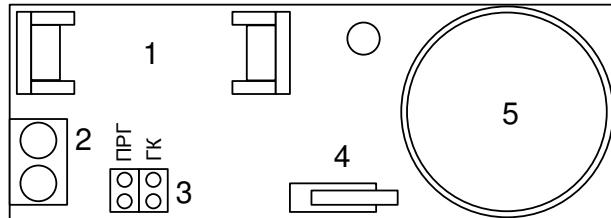

Рисунок 4
3.7. Органы управления, используемые при конфигурировании извещателя, а также клеммы подключения в внешней контрольной цепи, расположены на лицевой стороне печатной платы устройства (см. Рисунок 4).